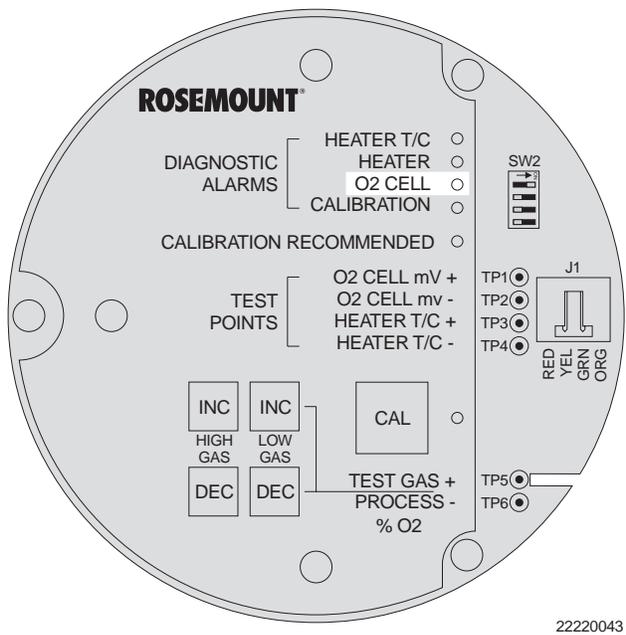

Figura 5-12. Fallo 12, Corrupcion del EEPROM
1. Fallo 12. Corrupcion del EEPROM. El LED DE LA CELDA DE O2 parpadea cuatro veces, hace una pause de tres segundos, y repite (Figura 5-12).